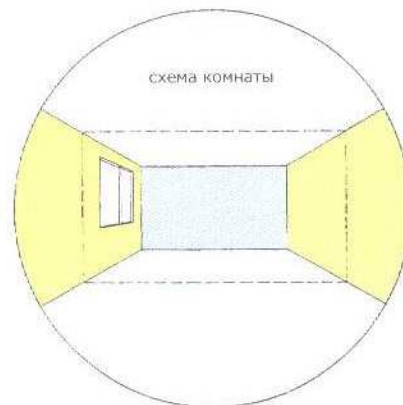

рис. 5.2
- 1 Определите положение будущей гипсокартонной перегородки и обозначьте его на полу и прилегающих стенах. Оси стен переносятся с помощью уровня и ровной рейки на потолок рис. 5.2.